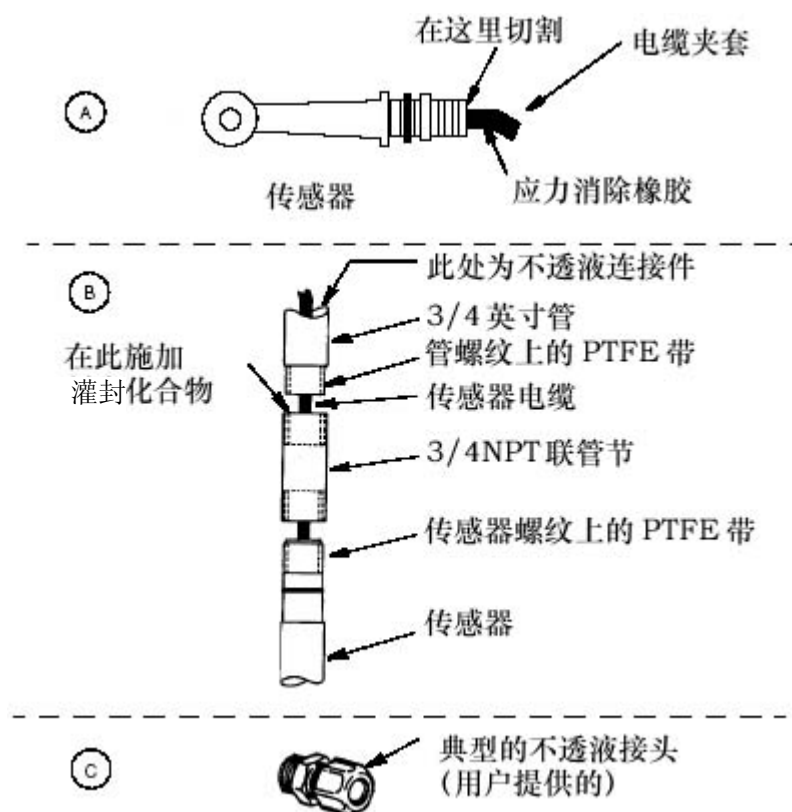

图 12. 典型的原位安装
1. 切割（尽可能靠近传感器的端部）并拆下应力消除橡胶。见图 12(a)。
2. 在传感器螺纹上缠几层 PTFE 带。见图 12。
8. 将不透液接头（用户提供）安装到管子顶部。见图 12(c)。